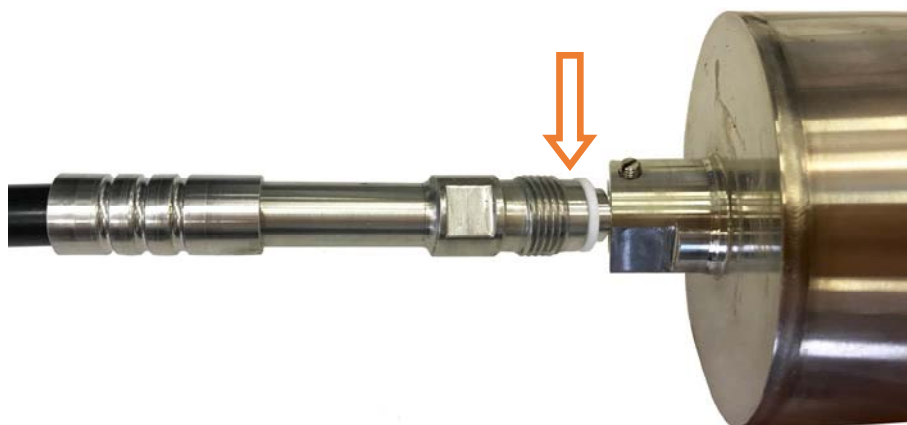

Рисунок 5.2 – Установка колокола
6. Установите на соединительном штуцере внешнего корпуса (2) фторопластовую прокладку белого цвета (входит в комплект поставки). Наденьте колокол на свободный конец измерительного элемента (рисунок 5.2).